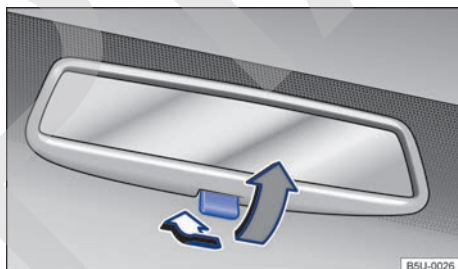

Fig. 81 En el parabrisas: espejo retrovisor interior antideslumbrante manual.
- Posición de noche: tirar de la palanca → fig. 81 (flecha gris), para evitar el deslumbramiento de los faros de los vehículos que circulan detrás.